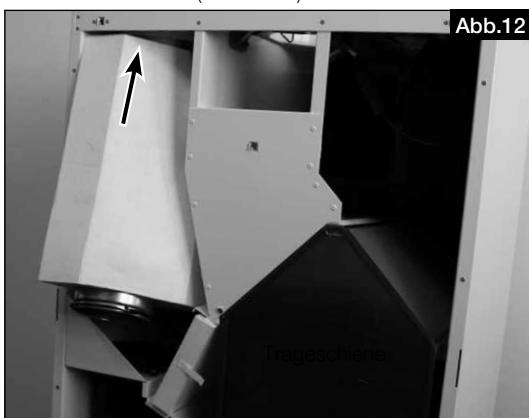

Abb.12
12. Schalldämpfer an der Geräteoberseite in den Stutzen einschieben (s. Abb. 12). Korrekte Ausrichtung des Schalldämpfers beachten.